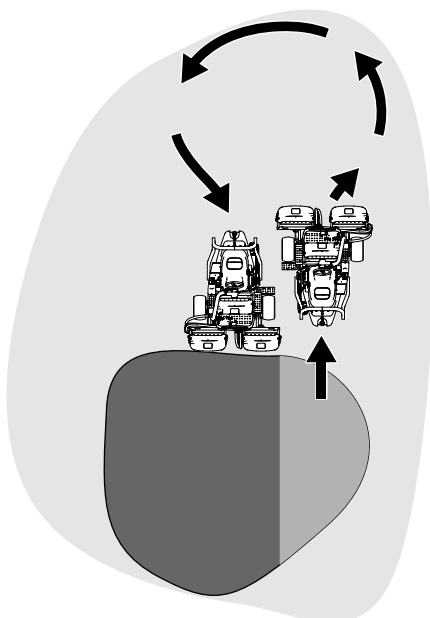

Figura 30
6. Pentru a reduce timpul de operare și pentru a uura alinierea pentru trecerea următoare, virai mâna în direcție opusă, apoi virai-o în direcția porțiunii netăiate. Această mișcare este un viraj în formă de lacrimă (Figura 30), care aliniază rapid mâna pentru trecerea următoare.